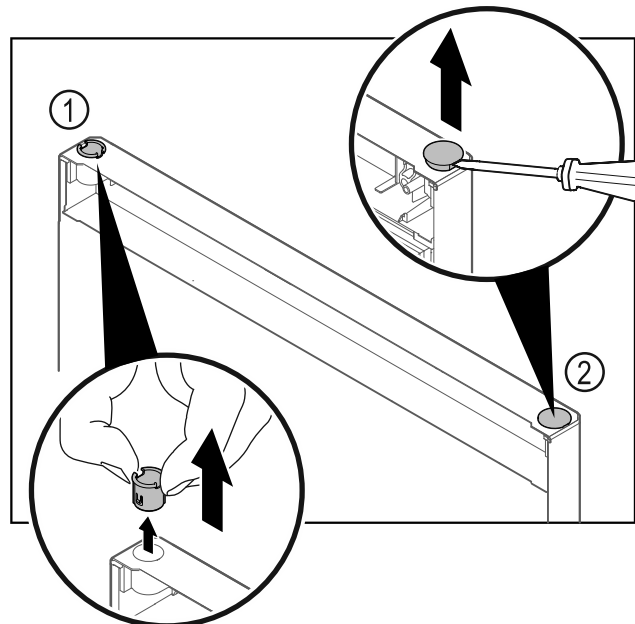

Fig. 29
- ▶ Wyjąć palcami tuleję zawiasu Fig. 29 (1).
- ▶ Zatyczkę osłonki Fig. 29 (2) ostrożnie podważyć przy pomocy śrubokręta płaskiego i wyjąć.